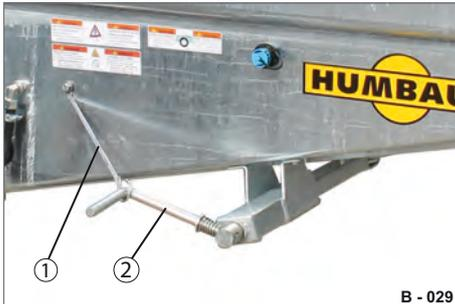

Abb. 34 Spindel-Feststellbremse
- ▶ Haken (Abb. 34/1) von der Kurbel (Abb. 34/2) lösen.